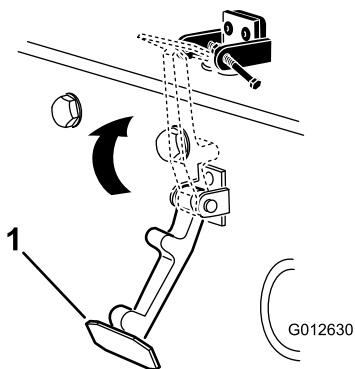

**Figura 6**
7. Prinzi clichetul capotei pe suportul clichetului capotei (Figura 6).